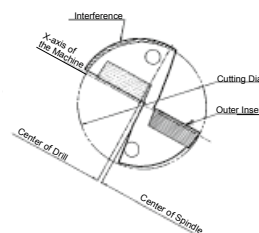

Fig. 4 Excessive offset (For Smaller Hole Diameter)
- Wenn Sie den Bohrungsdurchmesser vergrößern möchten, müssen Sie ihn entlang der x-Achse zur äußeren Wendeplatte verschieben (Abb. 2 und 3). Wollen Sie den Bohrungsdurchmesser verkleinern, verschieben Sie ihn in die entgegengesetzte Richtung. (Dieses Verschieben entlang der Achse nennt man „Offset“). Versichern Sie sich, dass Sie den Bohrungsdurchmesser nicht kleiner einstellen als den Bohrerdurchmesser (Abweichung 0,2 mm oder mehr). Ansonsten verschleißt sich der Bohrer mit der Bohrung (Abb.4). Beispiel: Bei einem Bohrerdurchmesser von 20 mm darf der Bohrungsdurchmesser nicht kleiner als 19,8 mm eingestellt werden.
- Per ottenere un foro di diametro maggiore, occorre spostare l'utensile lungo l'asse x verso l'inserto esterno (fig. 2 e 3). Per ottenere un foro di diametro inferiore, spostare l'utensile nella direzione opposta. (Questo spostamento lungo l'asse x si chiama "disassamento"). Tuttavia accertarsi che la regolazione del diametro del foro non sia inferiore a quella del diametro della punta di 0,2mm o più, per evitare lo sfregamento da interferenza della punta nel foro (fig.4). Se si utilizza, ad esempio, una punta di diametro di 20mm, la regolazione del diametro del foro non deve essere inferiore a 19,8 mm.